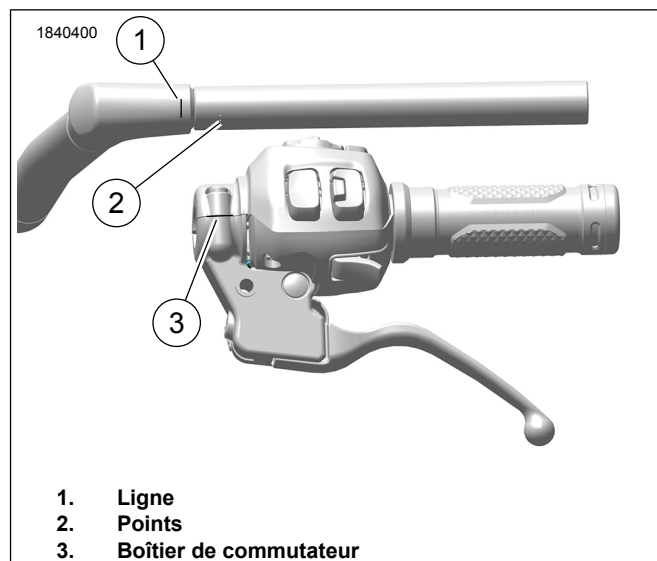

Figure 8. Marquages du guidon
Certains modèles et guidons accessoires ont des points d'alignement, Figure 8. Si le modèle est équipé de guidons accessoires, régler la position du boîtier de commutateur et de l'ensemble du levier de frein sur le guidon pour le confort du motocycliste.
- Guidons sans soudure** : Figure 8 Installez la pince contre les points du guidon, en maintenant la fente de la pince entre les deux points (2) ou la ligne (1).
- Guidons avec soudure** : Figure 8 Installez la pince contre la soudure, en maintenant la fente de la pince entre les deux points (2) ou la ligne (1).